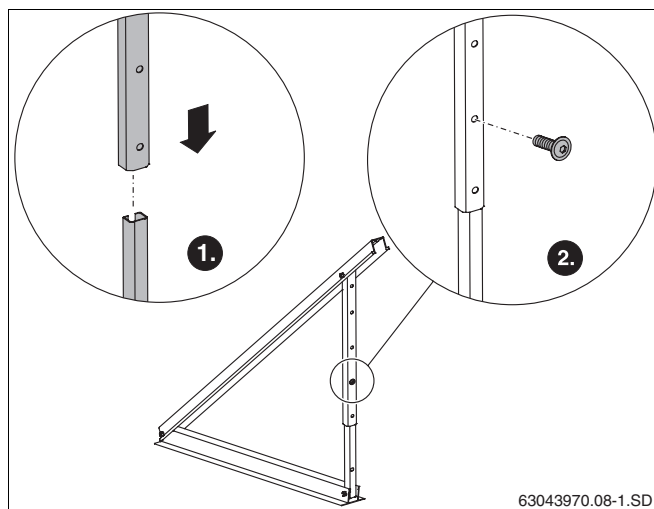

Рис. 11 Соединение телескопических стоек
- Вставить направляющие одну в другую и закрепить винтом M8 x 20 (рис. 11).